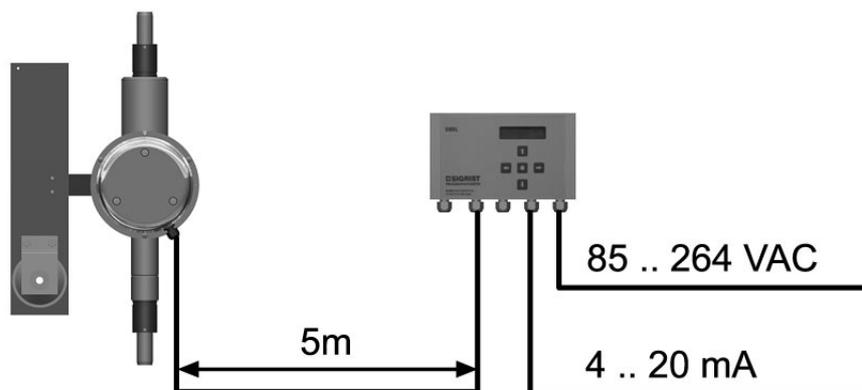

Figure 12: Position de l'unité de commande avec câble standard
<p>1. Fixer les deux coquilles d'isolation sur le photomètre, positions (1) et (2).</p> <p>i Les coquilles sont composées de deux parties chacune qui se posent autour des tuyaux et se réunissent par deux fermetures rapides (voir image).</p>	<p>→ Figure 12</p>